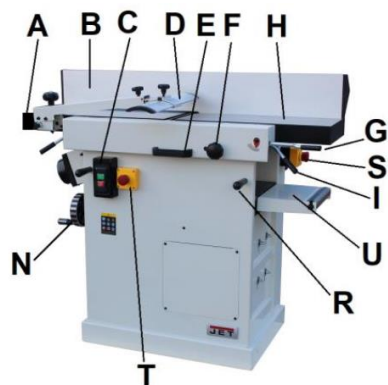

Fig. 1
- N....Manivelle de réglage de la table de rabotage (Fig. 1)
- S.....Interrupteur d'arrêt d'urgence (Fig. 1)
Les tables de dégauchissage sont précisément alignées en usine. Elles ne peuvent être chargées que lorsqu'elles sont fermées et que les verrous de la table sont verrouillés (I, Fig. 1), elles risquent sinon d'être endommagées.